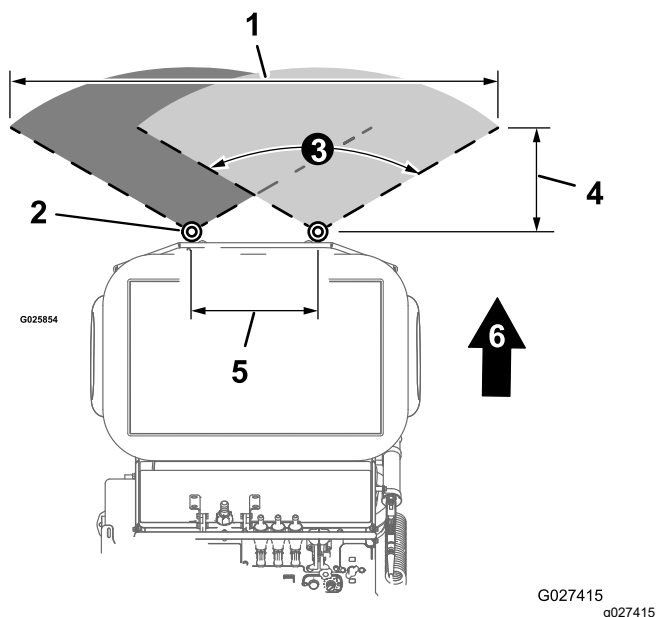

Figura 47
- El patrón de fumigación ancho (Figura 47) de esta máquina mide **274 cm (108")**.